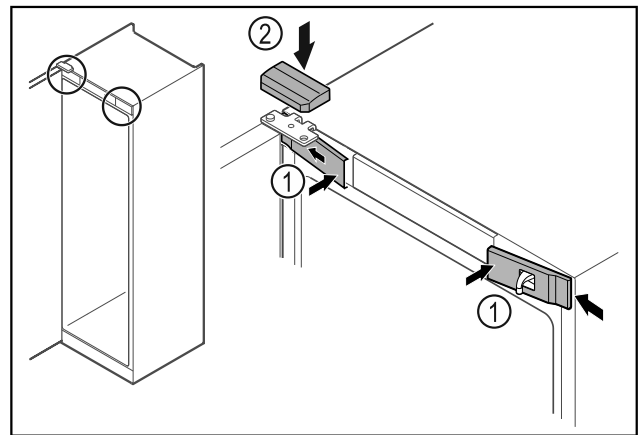

Fig. 45
- ▶ Akassza be oldalt az elülső burkolatokat *Fig. 45 (1)*, majd pattintsa be.
- ▶ Felülről pattintsa be a felső burkolatot *Fig. 45 (2)*.